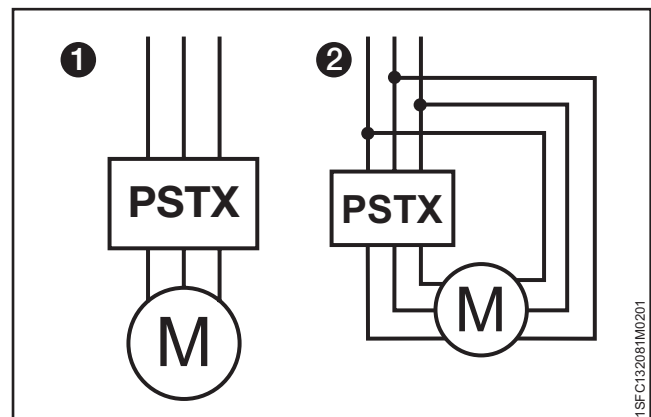
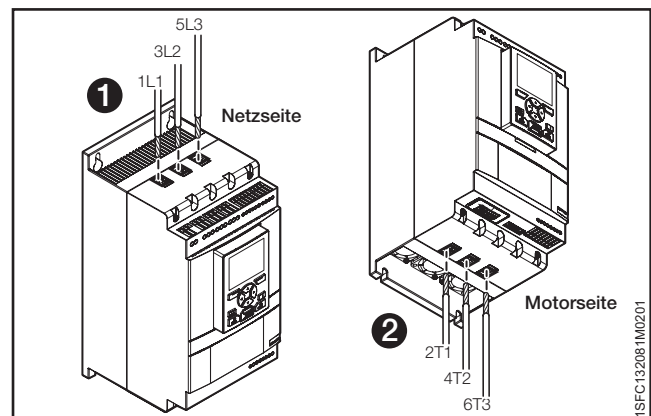
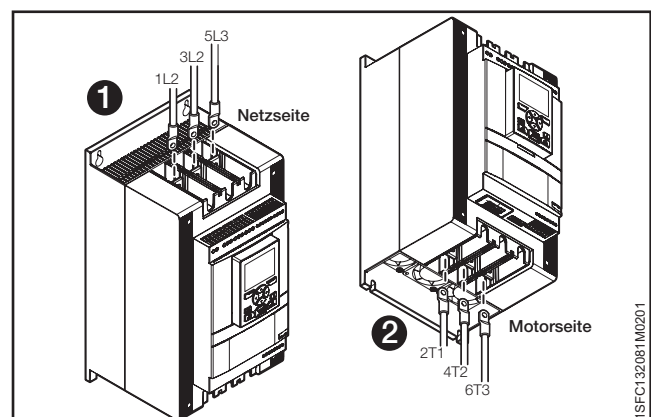

Abbildung 5.1
Abbildung 5.2
Abbildung 5.3
Softstarter PSTX30...PSTX1250 können in Reihe (siehe **1** **Abbildung 5.15.1**) und in Wurzel-3-Schaltung (siehe **2** **Abbildung 5.1**) angeschlossen werden. Verwenden Sie eine Drahtverbindung für PSTX30...105 (siehe **Abbildung 5.2**) und einen Klemmenanschluss für PSTX142...570 (siehe **Abbildung 5.3**).
- Verbinden Sie die Netzseite mit den Klemmen 1L1, 3L2, 5L3. Siehe **1** in **Abbildung 5.2** und **Abbildung 5.3**.
- Verbinden Sie den Motor mit den Klemmen 2T1, 4T2, 6T3 an der Motorseite. Siehe **2** in **Abbildung 5.2** und **Abbildung 5.3**.